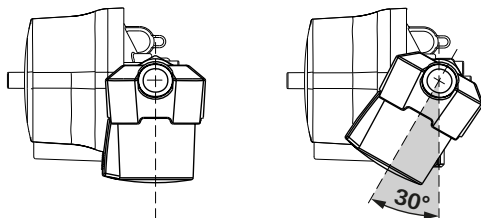

Abb. 6
- i** Bei unzureichender Zugänglichkeit der Filtertasse ist ein um bis zu 30° nach vorne geneigter Einbau des Gasfilters zulässig (Abb. 6). Dadurch lässt sich beim Wechsel des Filterpads die Filtertasse leichter bedienen.